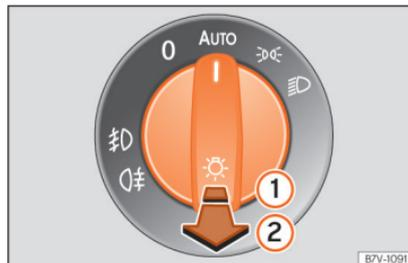

Abb. 115 Instrumententafel: Lichtschalter.
- **Nebelscheinwerfer einschalten** »»: Lichtschalter aus den Positionen »», »» oder **AUTO** bis zur ersten Raste »» Abb. 115 ① herausziehen.
- **Einschalten der Nebelschlussleuchte** »»: Ziehen Sie den Lichtschalter ② aus der Position »», »» oder **AUTO** vollständig heraus.